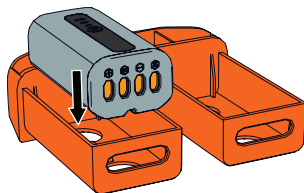

Figure 8
7. Réinsérer les boîtiers de pile dans le compartiment de piles. Veiller à ce que l'extrémité munie d'ouvertures soit alignée avec l'ouverture sur l'arrière du compartiment de piles. (Figure 8)